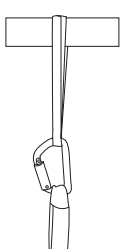
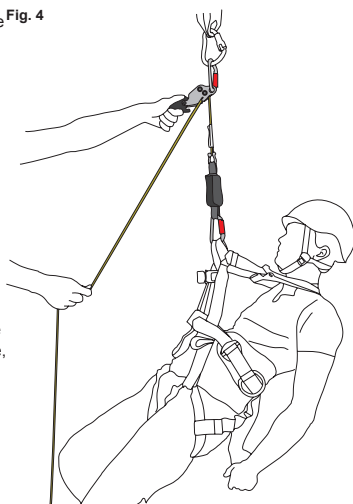

Fig. 2A: Ancrage horizontal
Fig. 4
2. Placez la longe d'ancrage autour d'une structure, puis dans le mousqueton, fig.2A.
- Détachez le mousqueton de la longe d'ancrage. Placez la longe d'ancrage autour d'une structure puis dans son mousqueton comme indiqué sur la fig.2A ou la fig.2B. L'ancrage peut supporter une charge de 12 kN (EN795). Fixez le **Smartline X** comme indiqué à la fig. 4.